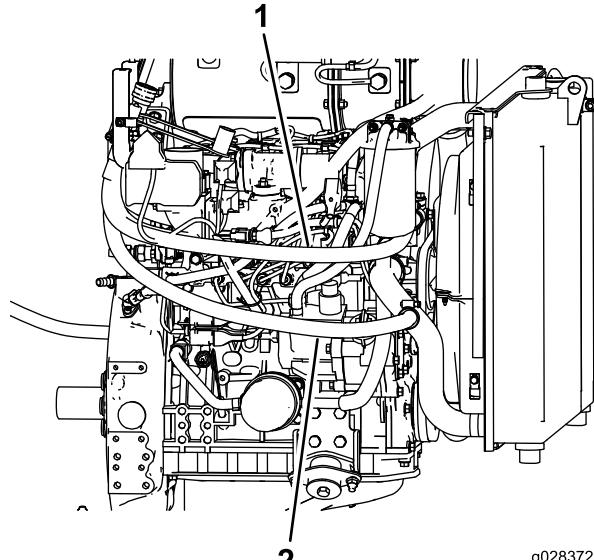

Figure 19
1. Faites passer le flexible en travers du moteur (Figure 19).